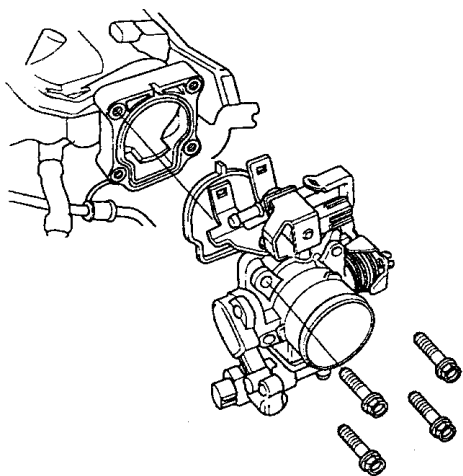

图 2-140 拆卸节气门体
7) 如图 2-140 所示, 更换进气歧管时, 拆除节气门体。